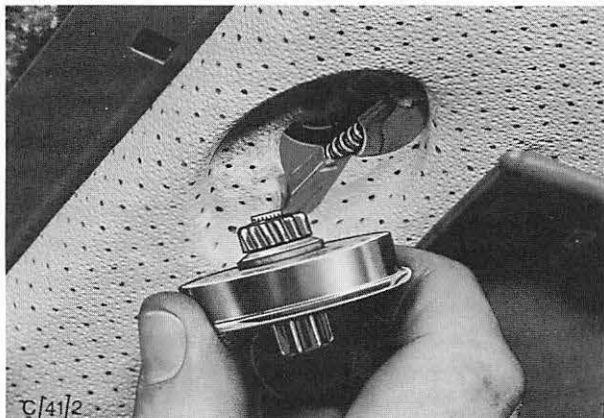

Abb. 1 Ausbau des Kurbelapparats
4. Kurbelapparat ausbauen (2 Schrauben). Abb. 1.